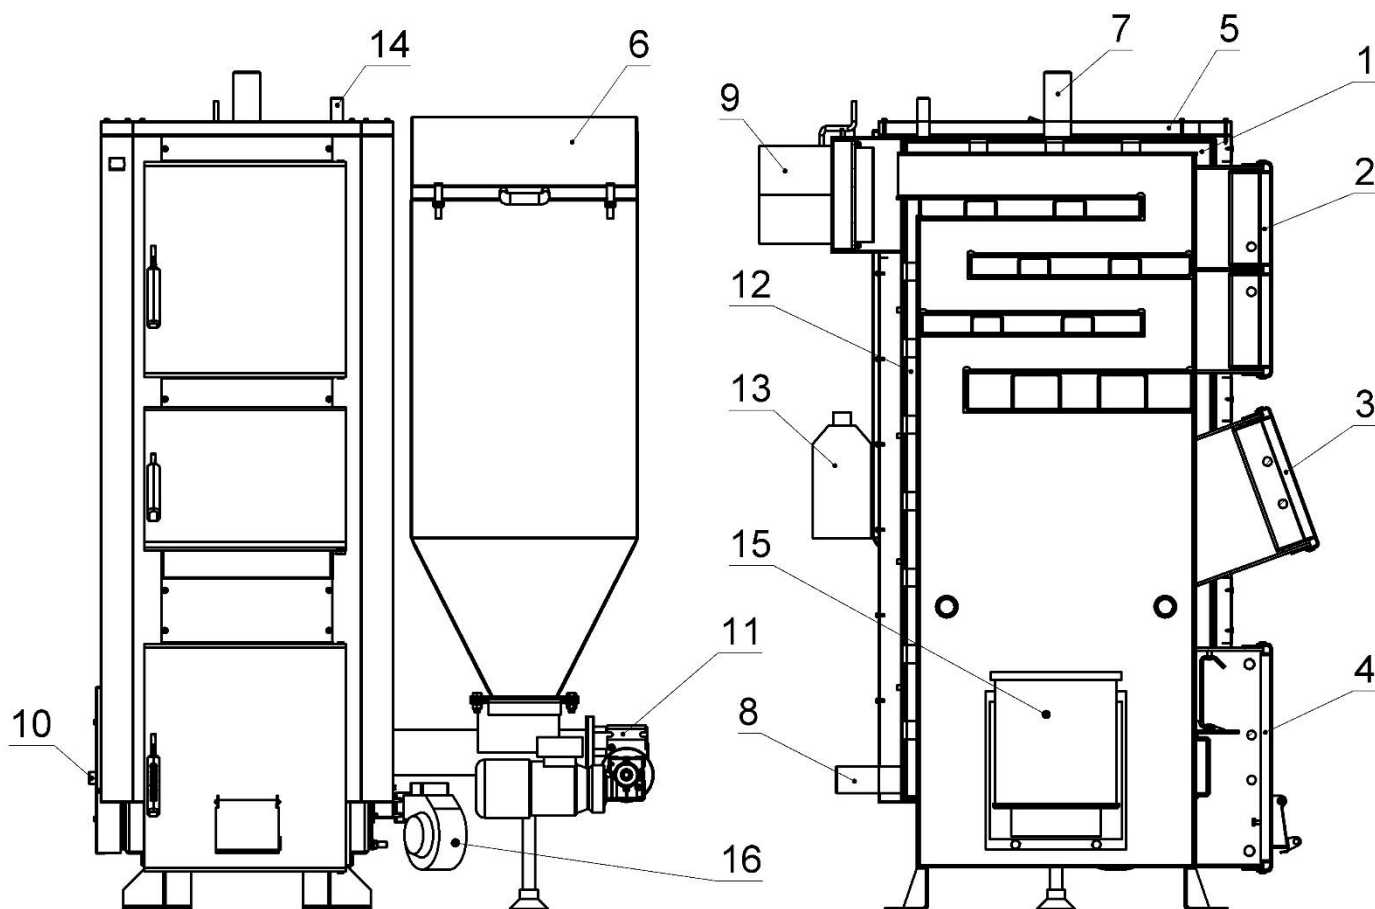

Рисунок 5.1 – Внешний вид и основные элементы котлов типа КТНк
Конструктивно котел представляет собой сборносварную конструкцию, состоящую из корпуса с камерой сгорания (поз. 1, рис. 5.1). Над топкой расположена конвекционная часть котла, что представляет собой высокоэффективный четырёхходовый теплообменник.
Корпус котла выполнено в форме параллелепипеда с двойными стенками, которые разделены водными перегородками (поз. 12, рис. 5.1). На наружной поверхности корпуса под декоративной обшивкой закреплена тепловая изоляция (поз. 5, рис. 5.1).
- шнекового (винтового) механизма подачи топлива, который приводится в движение мотор-редуктором (поз. 11, рис. 5.1);
- самоочищающейся чугунной топки-реторты, выполненной в форме бокала (поз. 15, рис. 5.1);
- вентилятора, нагнетающего воздух в топку-реторты (поз. 16, рис. 5.1);
Топливо для процесса сжигания подается автоматически из расположенного у котла бункера для топлива (поз. 6, рис. 5.1) с помощью винтового (шнекового) механизма подачи. В чугунной реторте происходит процесс сжигания топлива с участием воздуха, поставляемого приточным вентилятором. Для равномерного
Обслуживание котла состоит в периодическом добавлении топлива в бункер (поз. 6, рис. 5.1) и устранении золы из зольной полки (без необходимости погашения котла). После разжигания котёл не требует постоянного пребывания в помещении, где он смонтирован, обслуживающего персонала. Эксплуатация котла может происходить
Дымовые газы выходят в дымоход через боров (поз. 9, рис. 5.1), расположенный в задней части котла. Боров оборудован дроссельным клапаном продуктов сгорания - шибером, который в случае слишком высокой тяги в дымоходе дает возможность ее снизить путем частичного перекрытия выходного отверстия боровой.
- дверцы для периодического обслуживания (чистки) конвективной части котла (поз. 2, рис. 5.1);
- дверцы топki (поз. 3, рис. 5.1) для доступа к реторте (для разжигания котла и периодической чистки реторты)
- ревизионные дверцы (поз. 4, рис. 5.1).
В верхней части теплообменника размещены: патрубок прямой сетевой воды (поз. 7, рис. 5.1) и штуцер для установки предохранительного клапана (поз. 14, рис. 5.1). В нижней части, на задней стене - патрубок обратной воды (поз. 8, рис. 5.1). Сливной патрубок (поз. 10, рис. 5.1) расположен на боковой стенке котла.
Корпус котла обложен теплоизоляционным материалом (поз. 5, рис. 5.1).
Датчик температуры в комплекте контроллера необходимо закрепить на неизолированные участки патрубка прямой сетевой воды (поз. 8, рис. 5.1), используя шпильковое крепление (бандаж). После предварительной затяжки бандаж (бандаж можно обернуть вокруг трубы дважды, или отрезать избыток ножницами для металла), вложить датчик температуры между бандажом и трубой. Осторожно зажать бандаж так, чтобы датчик температуры не перемещался под бандажом. Очень сильное затягивание может повредить измерительные элементы. Обмотать датчик термоизоляционным материалом.
Заполнение котла и всей системы отопления водой должно происходить через штуцер слива воды из котла (поз. 10, рис. 5.1). Заполнение необходимо делать медленно, чтобы обеспечить устранение воздуха из системы.